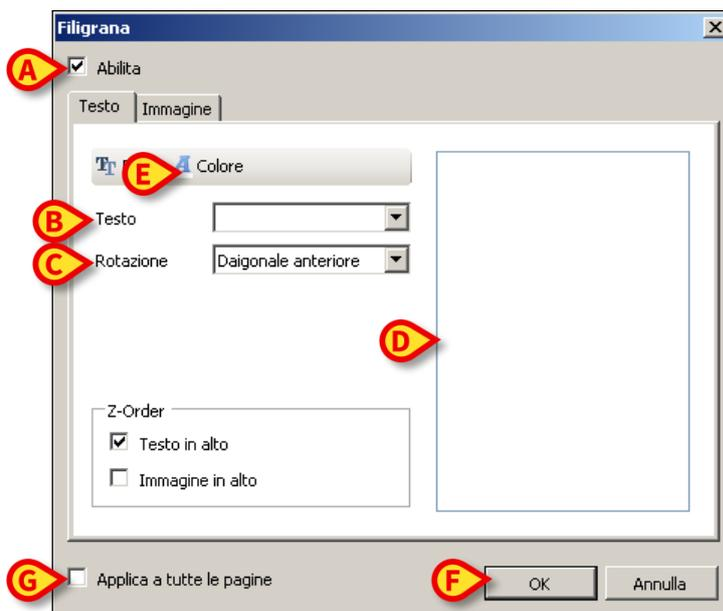

Fig 30
Sarà visualizzata la seguente finestra (Fig 30).
- assicurarsi che il checkbox “**Abilita**” sia selezionato (Fig 30 **A**). In caso contrario i contenuti della finestra non possono essere modificati.
- Inserire il testo nella casella “**Testo**” (Fig 30 **B**).
- Specificare l’orientamento della filigrana (diagonale, orizzontale, verticale) utilizzando il menu “**Rotazione**” (Fig 30 **C**).
Un’anteprima sarà visualizzata nell’area indicata in Fig 30 **D**.
- Utilizzare i pulsanti indicati in Fig 30 **E** per scegliere il tipo di carattere e il colore della filigrana.
- Cliccare il pulsante **Ok** (Fig 30 **F**).
Se il checkbox “**Applica a tutte le pagine**” è selezionato (Fig 30 **G**) la filigrana è applicata a tutte le pagine del documento, altrimenti solo alla pagina corrente.